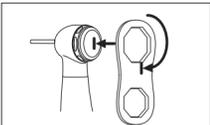

Fig. 37
- 6 Aperte a tampa da cabeça com a chave respetiva (Fig. 37).